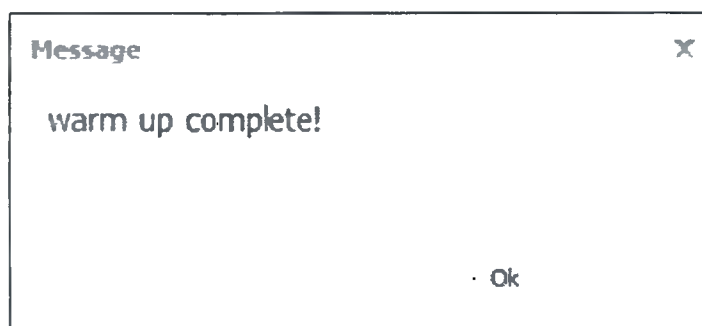

Рисунок 39 Окно завершения разогрева рентгеновской трубки
- Когда строка состояния дойдет до конца, разогрев трубки завершится, и появится сообщение «Разогрев завершен» (“Warm Up Complete”) (см. рис. 39).